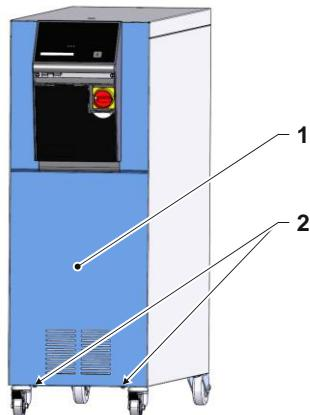

Abb. 1: Frontblech entfernen
- 2x Sechskant-Schrauben lösen (Kennzeichnung 2 → Abb. 1).
- Frontblech (Kennzeichnung 1 → Abb. 1) unten leicht herausziehen.